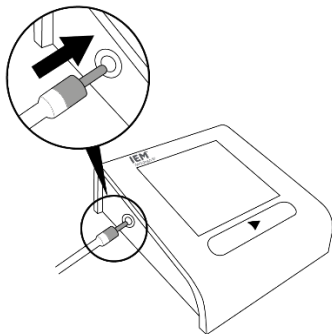

Fig. 7: Conecte el tubo flexible de aire
1. Introduzca la conexión del tubo de aire en la toma para el tubo de aire del lado izquierdo del esfigmomanómetro y coloque el esfigmomanómetro sobre la mesa (Fig. 7).